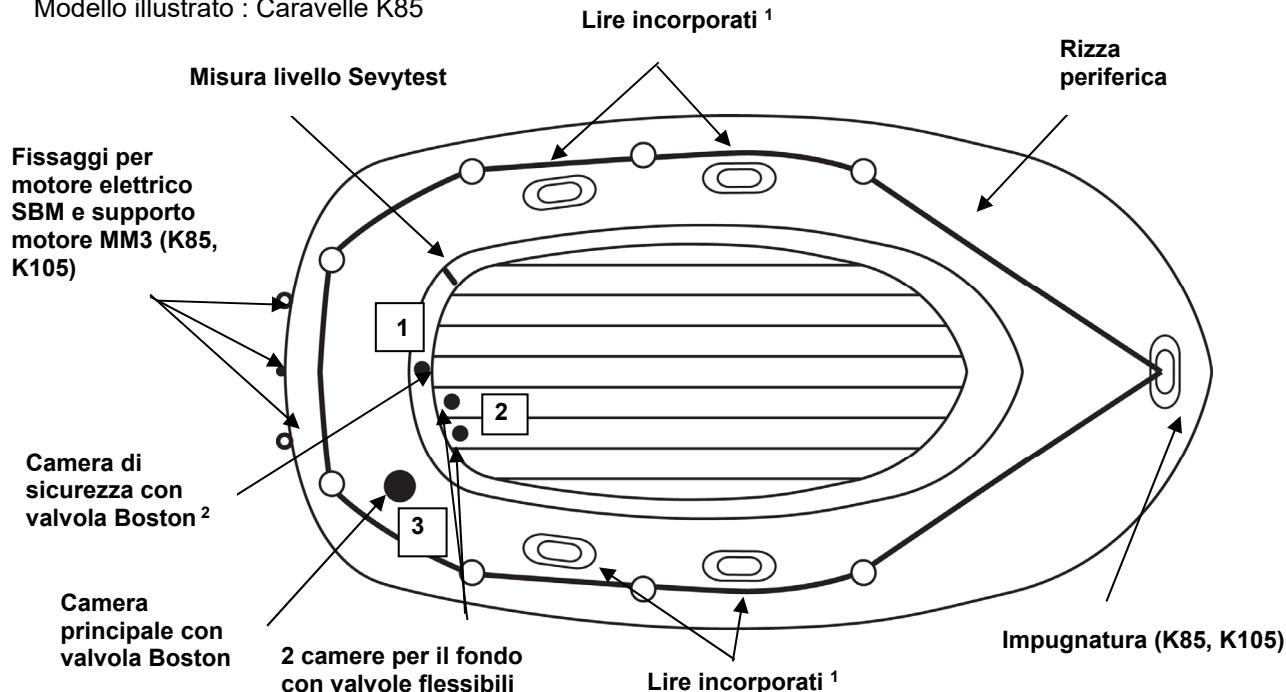

Figura 1
- Valvola(e) Boston (figura fronte) : sviti il cappuccio della valvola (1), avvitili il corpo della valvola (2) nella base della valvola (3) ; abbia cura che il cappuccio resti accessibile. Inserisca l'estremità del gonfiatore nella valvola e gonfi fino a raggiungere il livello di pressione raccomandato (vedere punto 3). Dopo il gonfiaggio, chiuda bene tutte le valvole con il loro cappuccio (nel senso delle lancette d'un orologio). **N.B. :** una leggera fuga d'aria prima della chiusura è normale, solo il **cappuccio della valvole assicura la TENUTA STAGNA**.
2. Gonfi l'imbarcazione secondo l'ordine di gonfiaggio indicato sulla placca d'immatricolazione stampata sull'imbarcazione (vedere anche figura 1, la numerazione delle valvole).
3. Livello di pressione massimale : **la pressione d'utilizzazione di questo prodotto è di : 0,06 bar (= 60 mbar). Non l'oltrepassate.** La Sua imbarcazione è equipaggiata d'una misura livello Sevytest che permette di verificare la pressione. Gonfi per prima cosa la camera di sicurezza (vedere figura 1), fino al segno "+" del Sevytest, poi la camera principale (vedere figura 1) fino al segno "-". **Sovrapressione** : sgonfi fino a raggiungere il livello di pressione raccomandato. **Calo di pressione** : rigonfi leggermente. **N.B.** : può accadere che l'indicatore della misura livello SEVYTEST non ritorni alla posizione iniziale dopo frequenti gonfiaggi a causa d'un allungamento del PVC sotto l'influsso della pressione di gonfiaggio. Ma potrà ancora verificare che esso è posizionato dentro i limiti dei livelli di pressione raccomandati.